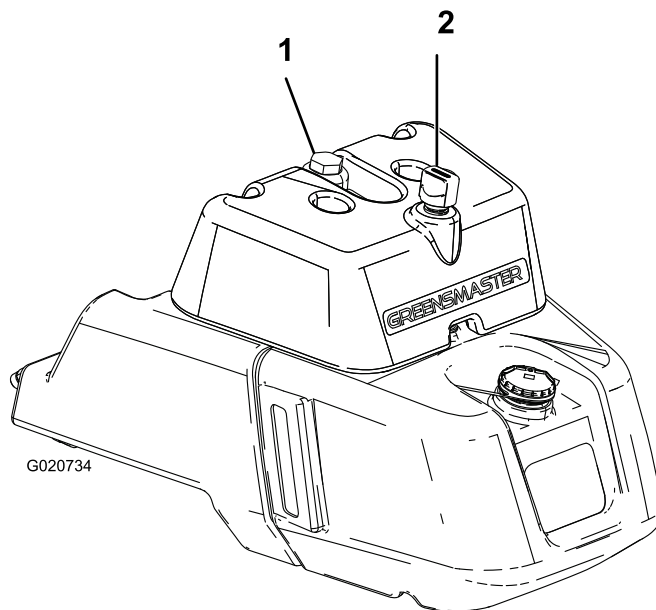

Figura 27
2. Retire a tampa do reservatório (Figura 27).